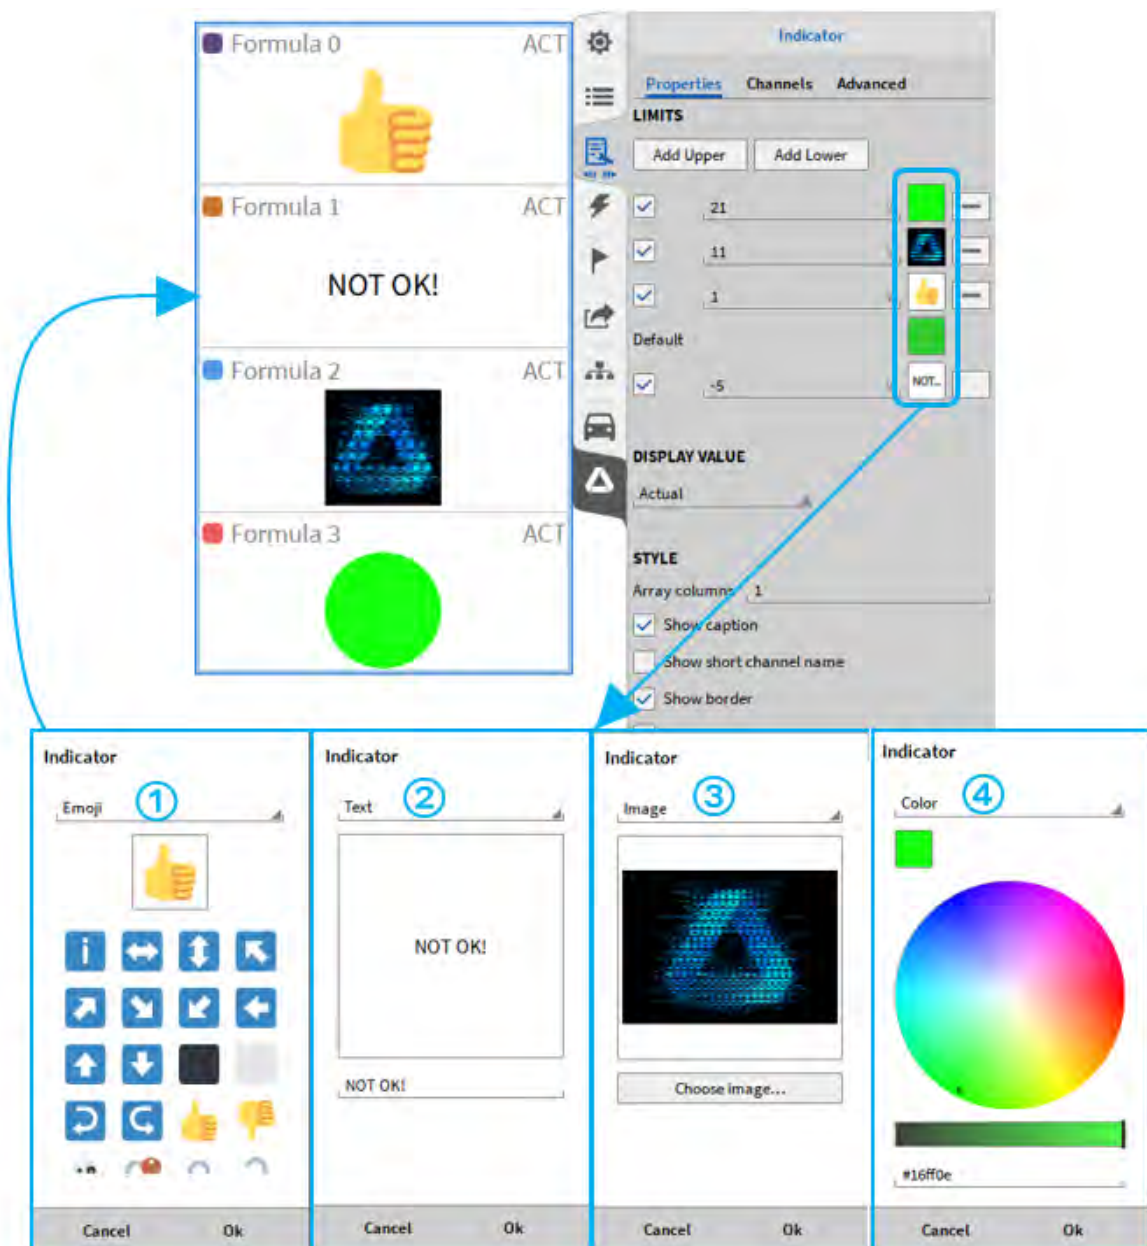

Fig. 8.32: Indicator –Limits
- **Limits**：ユーザーは、上限値、下限値、およびその間の範囲に対する初期値を設定できます。しきい値を超過したことを可視化する方法として、以下の表示形式を選択できます。絵文字を使用する (Fig. 8.32 の ① 参照) テキストを表示する (Fig. 8.32 の ② 参照) 画像を表示する (Fig. 8.32 の ③ 参照) 色で表示する (Fig. 8.32 の ④ 参照) これらの表示方法を利用することで、測定値が設定したしきい値を超えた際の状態を視覚的に分かりやすく表現できます。